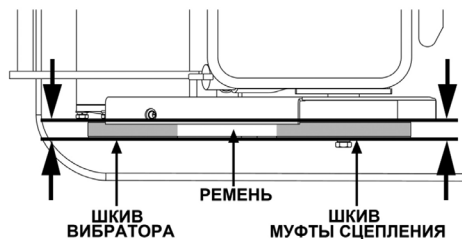

Рис. 32 Правильная установка ремня привода вибратора
4. Сдвигая двигатель в сторону от вибратора, проверяйте натяжение ремня. При этом нужно контролировать, чтобы ремень и шкивы вала вибратора и муфты сцепления были на одной оси (Рис. 32).